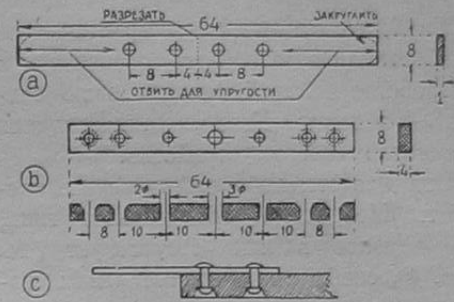

Рис. 5
- 1) Вырезать 4 пластинки из листовой латуни 0,5—1 мм, рис. 5-а.
- 3) Выпилить лобзиком 3 эбонитовых пластинки-рычага (можно заменить карболитом, сухим дубом или подходящим негигроскопичным материалом), рисунок 5-б.
4) Высверлить дыры соответственно разметке на рис. 5 «а» и «б», диаметром 2,5 мм и центральную дыру в эбонитовых пластинках, диаметром 3 мм.
6) Приклепать заклепками из красной меди диам. 2 мм латунные пластинки к эбонитовым, рис. 5 «с». (Необходимо соблюдать осторожность, чтобы не поколоть эбонит.) Головки заклепок у-